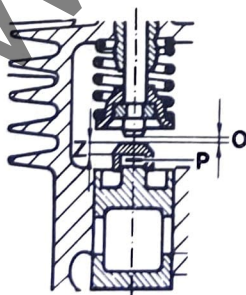

Fig. 5
Le réglage du jeu des soupapes (O, fig. 5) doit être effectué, le moteur étant froid (voir caractéristiques techniques).
Vérifier le jeu (O) entre la queue de soupape et le chapeau de poussoir à l'aide d'une jauge, la soupape étant fermée (poussoir au point mort bas). Les chapeaux de poussoir peuvent être obtenus en diverses épaisseurs (Z), échelonnées de 0,20 en 0,20 mm. En cas de commande, indiquer l'épaisseur (Z, fig. 5) désirée. D'autre part, les rondelles de réglage (P), épaisses de 0,1 mm, peuvent être livrées. Le jeu correct (O) des soupapes est obtenu par le montage d'un chapeau d'une épaisseur adéquate et, si nécessaire, d'une rondelle de réglage.